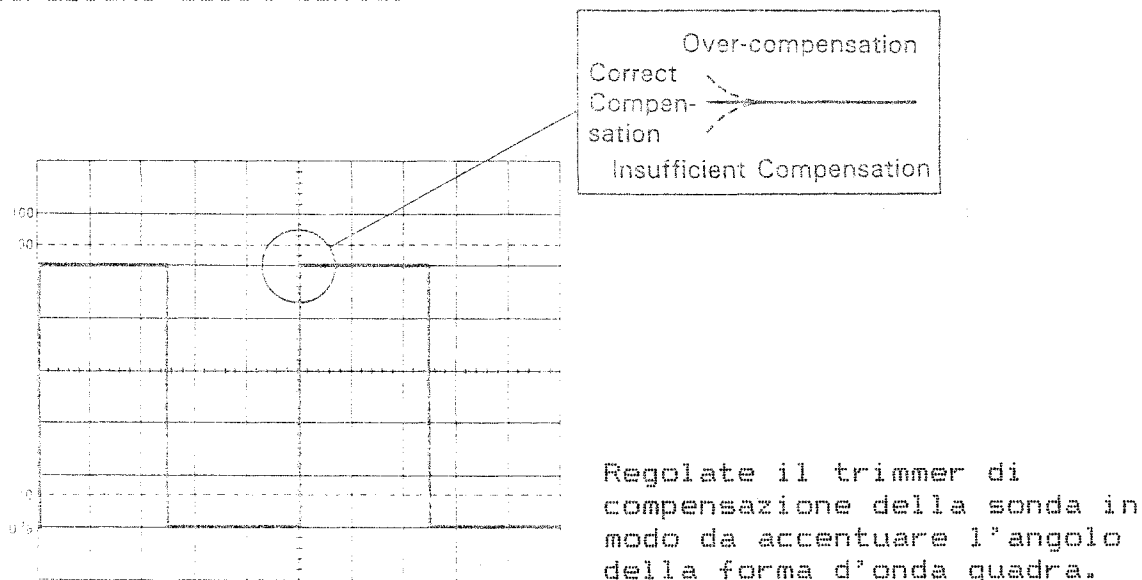

Figura 3. Regolazione di compensazione della sonda
4. Inserite le sonde (PC-35) nei connettori di INPUT di ciascun canale. Impostate il comando AC-GND-DC su DC e il comando VERT MODE su CH1. Inserite la sonda CH1 nel terminale CAL e impostate il comando VOLTS/DIV su 20mV/DIV. Regolate il comando POSITION in modo da visualizzare tutta la forma d'onda completa. Con la forma d'onda in questa posizione, eseguite la regolazione di compensazione della sonda utilizzando le istruzioni in Figura 3 e quelle nel manuale di istruzioni della sonda.